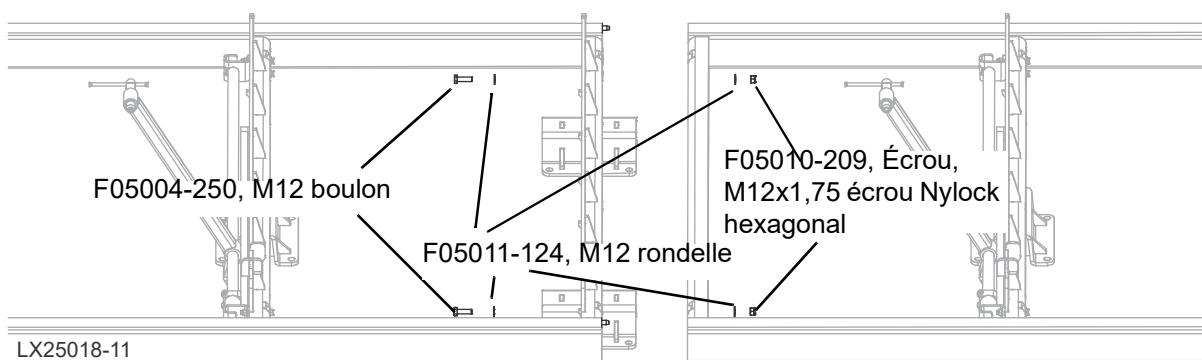

FIG. 3-8
9. Rapprochez les sections de banc et fixez-les avec les fixations fournies dans le sachet de matériel. Voir Figure 3-8.